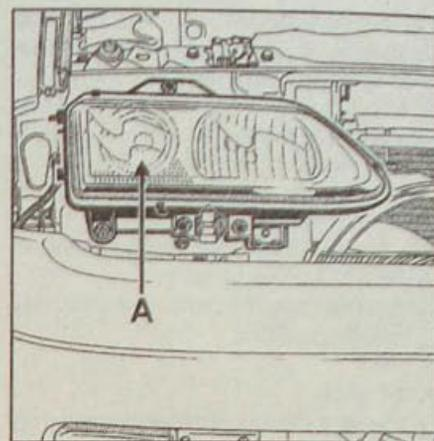

Рис. 15.26. Расположение газоразрядной лампы ближнего света типа D2S за линзой (A)
- две специальных фар, включающие классическую лампу для габаритного огня, лампу для дальнего света фар типа H7, газоразрядную лампу ближнего света типа D2S, расположенную за линзой (A, рис. 15.26);